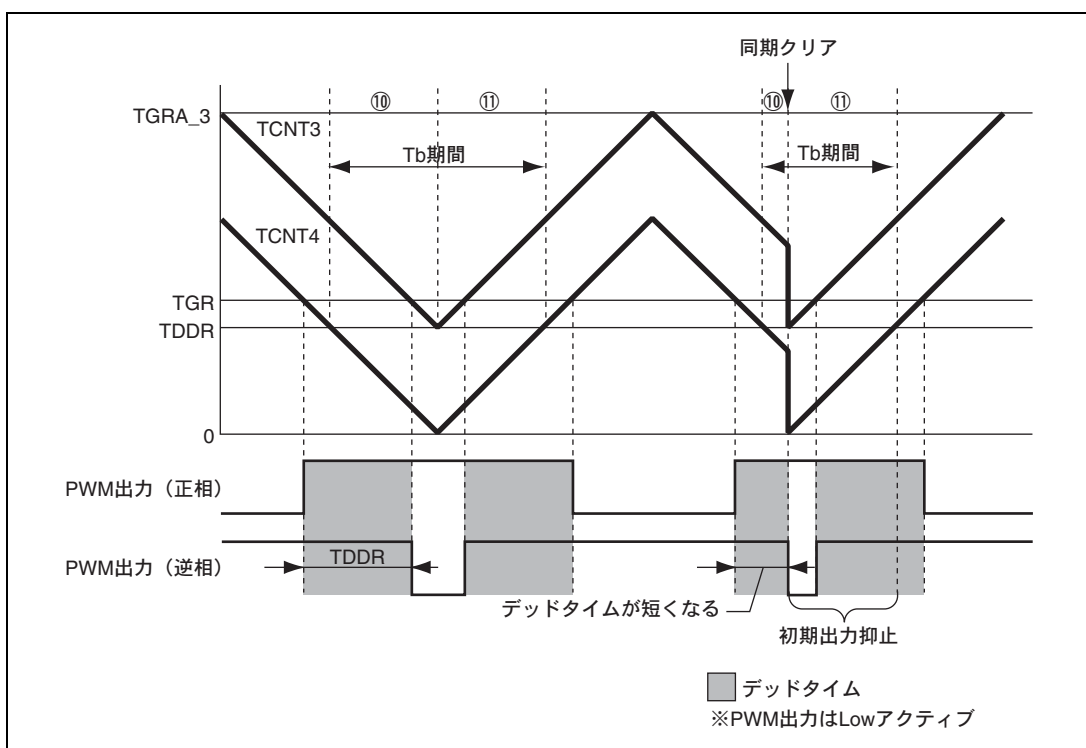

図 10.136 条件 (1) の同期クリア例
条件 (1) 初期出力の抑止期間⑩にて、PWM 出力がデッドタイム期間中に、同期クリアする (図 10.136)。